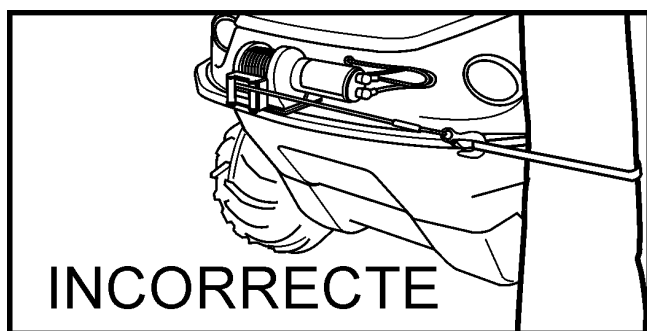

Figure 11-21. Position incorrecte pour tirer continuellement.
11. Éviter de tirer continuellement des charges à des angles extrêmes. Le câble pourrait s'enrouler sur un seul côté du tambour et se coincer (figure 11-21 et figure 11-22). Ceci endommagerait le câble métallique ou même le treuil.